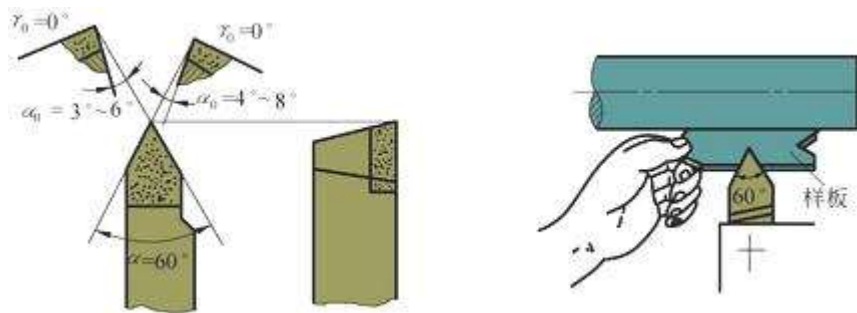

图 3-3 螺纹车刀几何角度与用样板对刀
1) 安装螺纹车刀时，车刀的刀尖角等于螺纹牙型角  $\alpha = 60^\circ$ ，其前角  $\gamma_o = 0^\circ$  才能保证工件螺纹的牙型角，否则牙型角将产生误差。只有粗加工时或螺纹精度要求不高时，其前角可取  $\gamma_o = 5^\circ \sim 20^\circ$ 。安装螺纹车刀时刀尖对准工件中心，并用样板对刀，以保证刀尖角的角平分线与工件的轴线相垂直，车出的牙型角才不会偏斜。如图 3-3 所示。